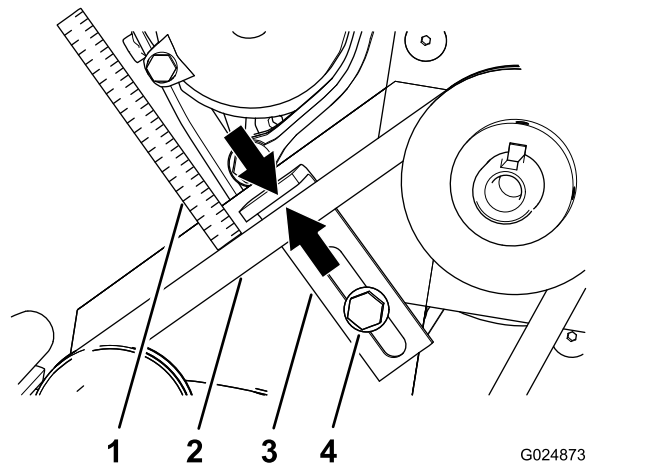

Figura 26
Nota: Si la distancia es superior o inferior a 6 mm ($\frac{1}{4}$ "), ajuste la guía de la correa (Figura 26); consulte Ajuste de la guía de las correas \(página 21\).
2. Mida la distancia entre la correa y la guía de la correa (Figura 26).
1. Afloje el perno de cabeza hexagonal con arandela prensada que sujeta la guía de la correa a la chapa del motor (Figura 26).
2. Manteniendo la parte superior de la guía de la correa paralela a la correa, mueva la guía de la correa para acercarla o alejarla de la correa hasta que la distancia sea correcta (Figura 26).
3. Apriete el perno de cabeza hexagonal con arandela prensada que sujeta la guía de la correa a la chapa del motor (Figura 26).